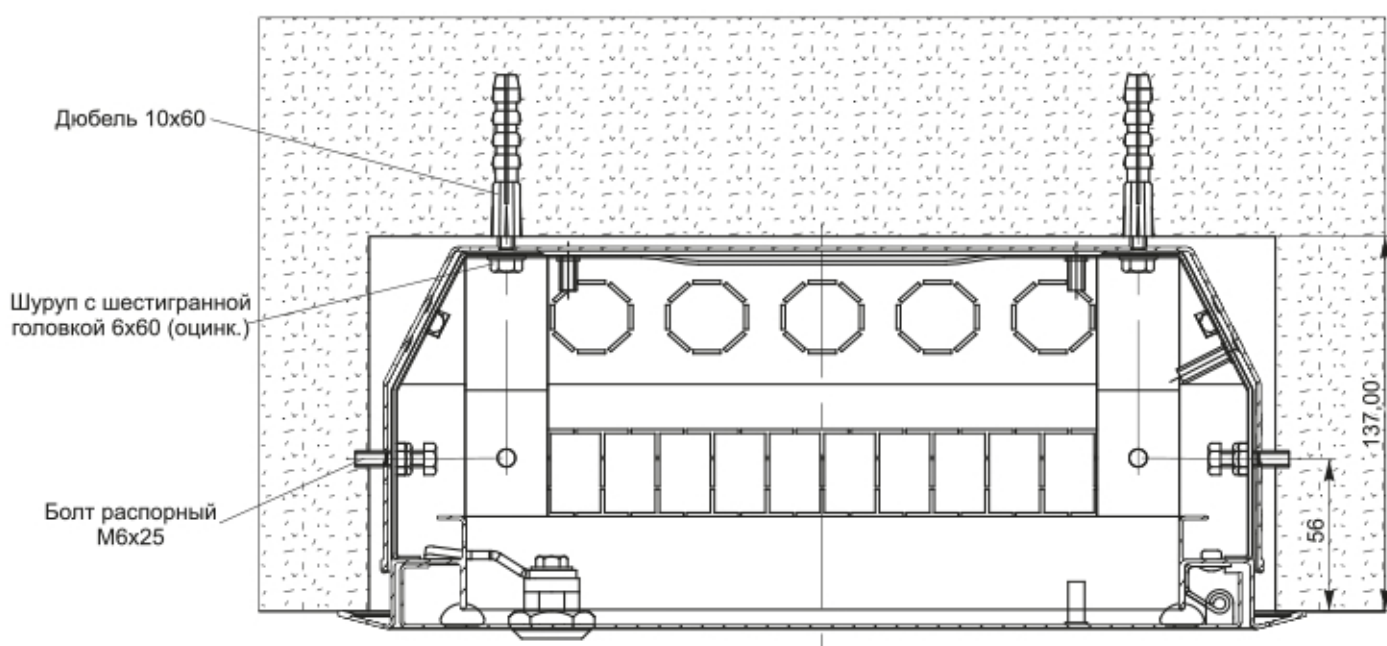

Рисунок 3 – Крепление оболочки в нише
6.2 Закрепить оболочку в нише на месте эксплуатации можно двумя способами (рисунок 3):